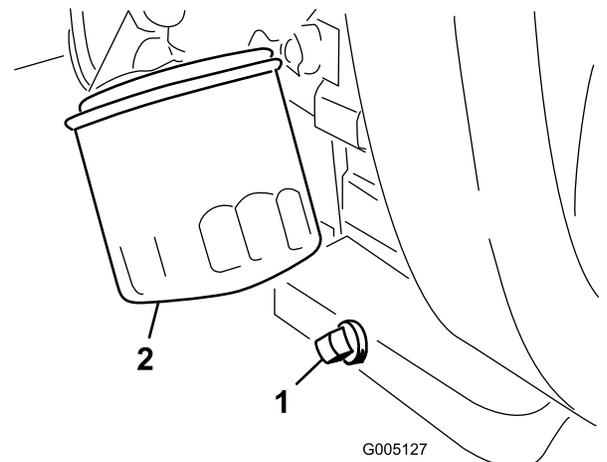

図 45
1. ドレンプラグ（図 45）を外してオイルを容器に受ける。オイルが抜けたらドレンプラグを取り付ける。
2. オイルフィルタ (図 45) を外す。新しいフィルタのガスケットに薄くエンジンオイルを塗る。